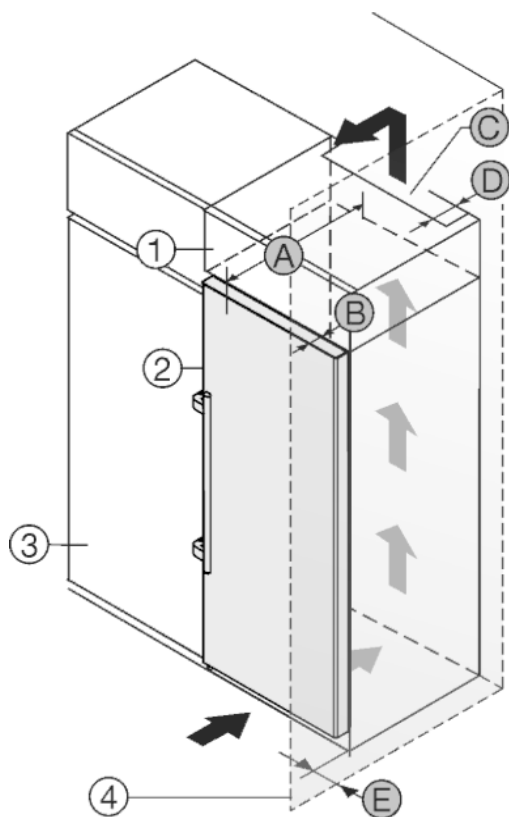

Fig. 28
Устройство может быть окружено кухонными шкафами. Чтобы уравнивать устройство Fig. 28 (2) по высоте с кухонной стенкой, можно установить над устройством дополнительный шкафчик Fig. 28 (1).
Установить устройство можно непосредственно рядом с кухонным шкафом Fig. 28 (3). Чтобы можно было полностью открыть двери, устройство должно выступать на глубину Fig. 28 (B) относительно передней стенки кухонного шкафа. В зависимости от глубины кухонных шкафов и использования пристенных распорок устройство может выступать и больше.
- На задней стенке дополнительного шкафчика должен быть вентиляционный канал с глубиной Fig. 28 (D) по всей ширине этого шкафа.
- Нужно соблюдать вентиляционное отверстие Fig. 28 (C) под нижней панелью.
Если устройство установлено на шарнирах у стены Fig. 28 (4), то нужно соблюдать расстояние Fig. 28 (E) между устройством и стеной. Настолько выступает ручка при открытой дверце.